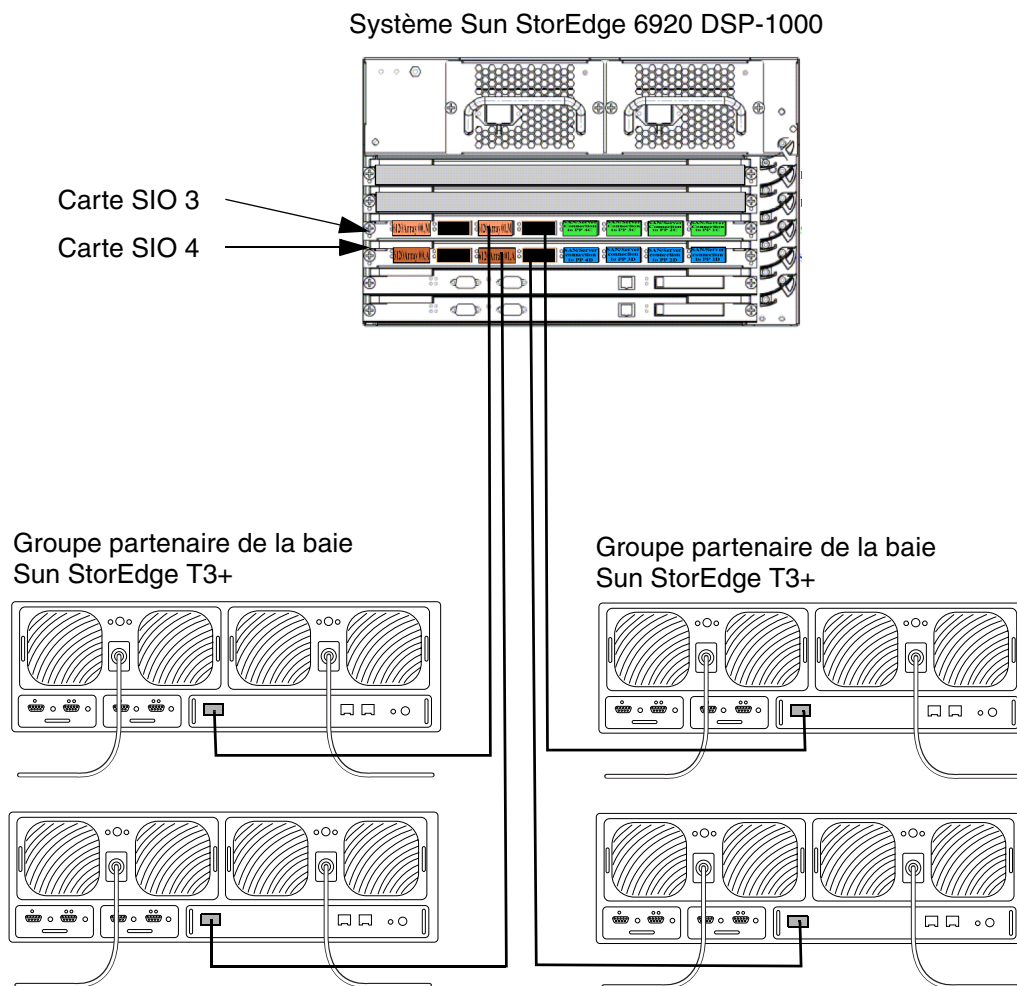

FIGURE 7 Câblage entre le DSP-1000 et les groupes partenaires de la baie T3+ dans une armoire de base 0 du système Sun StorEdge 6920
2. Connectez la terminaison Fibre Channel LC d'un câble du jeu de câbles 537-1035-01 (quatre câbles) aux baies Sun StorEdge T3+ et la terminaison Fibre Channel SC au DSP-1000 comme l'illustre la FIGURE 7.
- a. Une baie Sun StorEdge T3+ à l'extrémité LC d'un câble portant le libellé « DSP to Array-02 (M) ».
- c. Une autre baie Sun StorEdge T3+ à l'extrémité LC d'un câble portant le libellé « DSP to Array-03 (M) ».
- e. L'extrémité SC du câble portant le libellé « DSP to Array-02 (M) » au port 6 carte 3 DSP-1000.
- g. L'extrémité SC du câble portant le libellé « DSP to Array-03 (M) » au port 5 carte 3 DSP-1000.